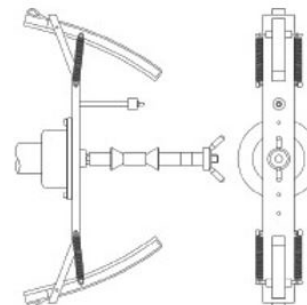

Fig21
10. Ved slutningen af starten vil maskinen vise teksten CAL h12. Anbring kalibreringsvægten på den udvendige side som vist i Fig21. Kalibreringsvægten skal placeres i det hul, der er mærket med teksten "CAL";
11. Bring flangen til motorcykler i perfekt lodret position med kalibreringsvægten øverst, som vist i Fig21, og udfør en start. Hvis positionen afviger væsentligt fra lodret, vil maskinen afvise at udføre starten og udsende en akustisk fejlmeddelelse (triple bip).